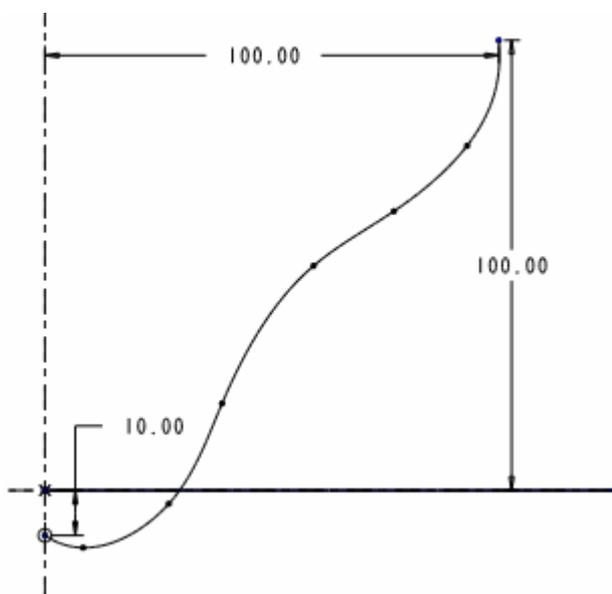

图 47-5
(4) 在【选项】面板中选择“可变剖面”选项。
(5) 单击  按钮，进入草绘工作环境，绘制如图 47-5 所示的样条线。